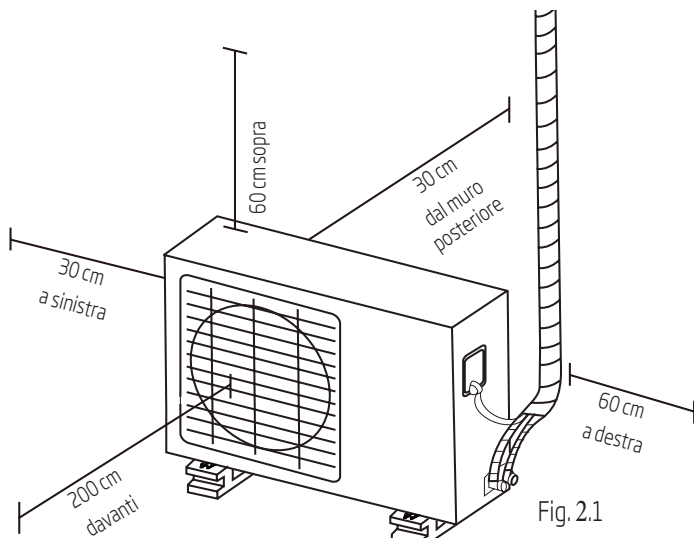

Fig. 2.1
- Sono rispettati i requisiti di spazio indicati nel capitolo Requisiti per lo spazio di installazione (Fig. 2.1)